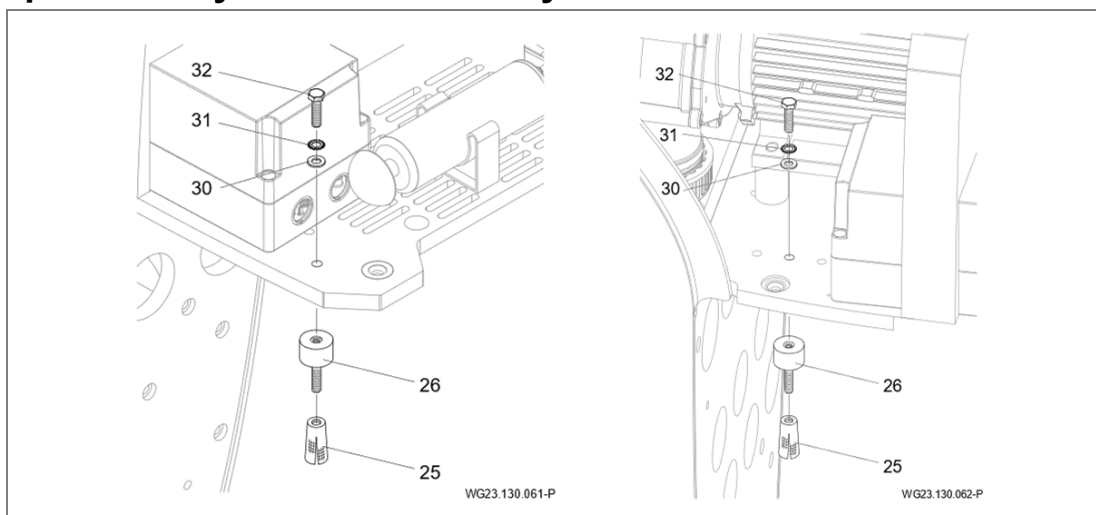

Рис. 6
- ➔ Вставьте распорный дюбель (25) и навинтите резино-металлический буфер (26). "Рис. 6" на стр. 21 и .
➔ Разместите установку на резино-металлических буферах и закрепите ее с помощью винтов с шестигранной головкой (32), зубчатых шайб (31) и прокладочных шайб (30). "Рис. 6" на стр. 21.